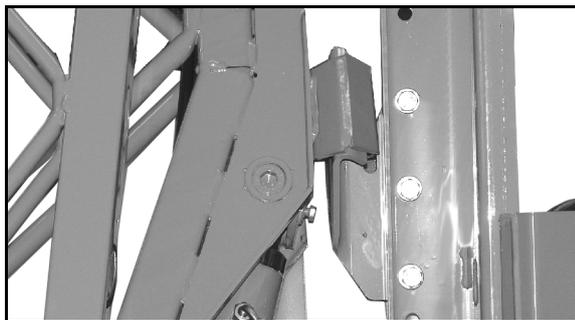

Fig. 5
- Verrouillage en position de transport (Fig. 5) de la rampe Super-S permettant d'éviter un dépliement accidentel de celle-ci